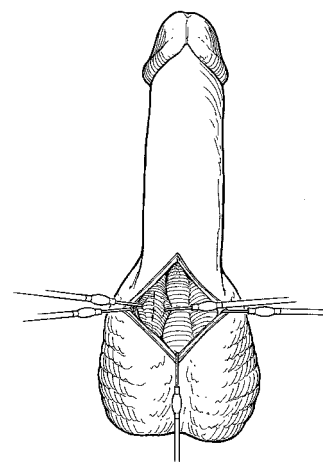

Figure 4-3. Méthode pénoscrotale : Rétraction du corps spongieux
3. Pour l'approche pénoscrotale, rétractez latéralement le corps spongieux pour éviter d'endommager l'urètre (**figure 4-3**).